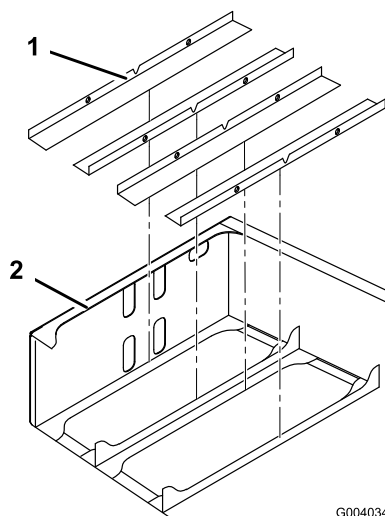

Figura 9
2. Montate i supporti del vassoio delle batterie all'interno del telaio posteriore, come illustra Figura 9.